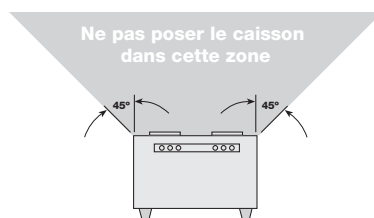

Figure 3 — Emplacement de pose
11. Ces caissons ne sont pas conseillés pour les applications d'aspiration de vapeurs de cuisson. Ils sont conçus essentiellement pour l'aspiration d'air propre à basse température. La Figure 3 indique la distance minimale de
1. Pour obtenir des résultats optimum, choisir l'emplacement de manière à limiter au maximum la longueur du conduit et le nombre de coudes. Ne pas poser à proximité d'équipement de cuisson, voir Figure 3.